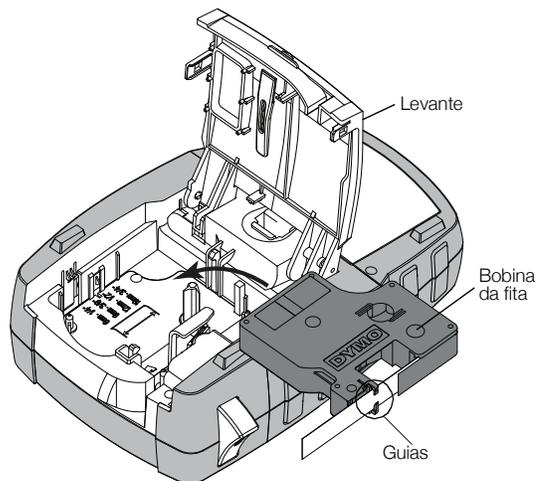

Figura 5
- 3 Insira o cartucho com a etiqueta e a fita posicionadas entre as guias. Consulte a Figura 5.